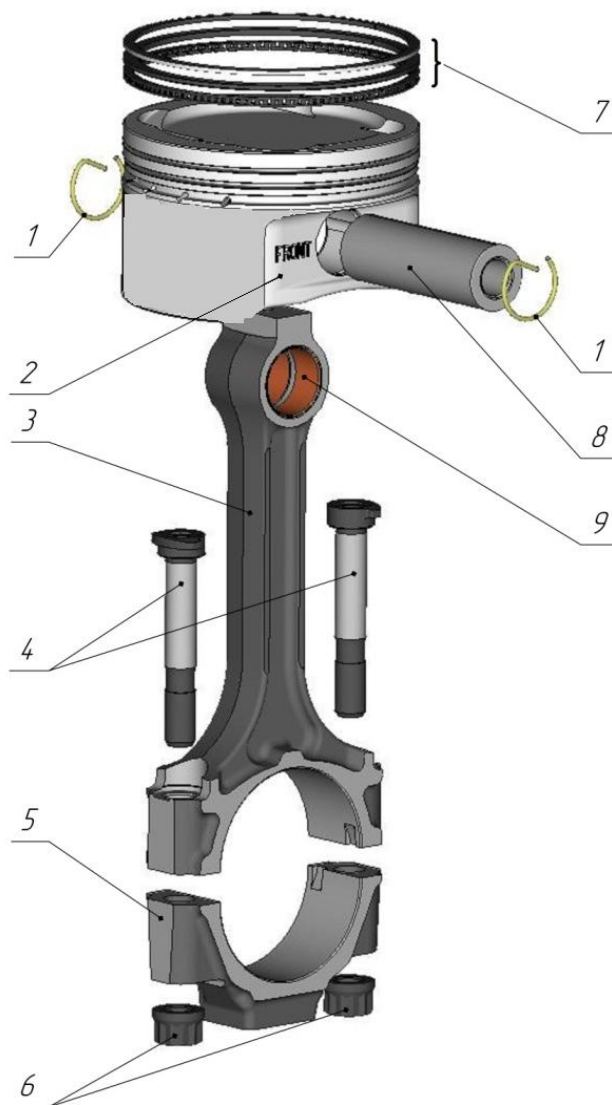

Рис.12. Поршень и шатун:
**Поршень** (рис.12) из алюминиевого сплава. Юбка поршня выполнена с бочкообразным вертикальным профилем и микрорельефом для улучшения приработки и снижения потерь на трение. В поперечном (горизонтальном) сечении юбка поршня имеет форму овала, где больший радиус расположен перпендикулярно оси поршневого пальца.